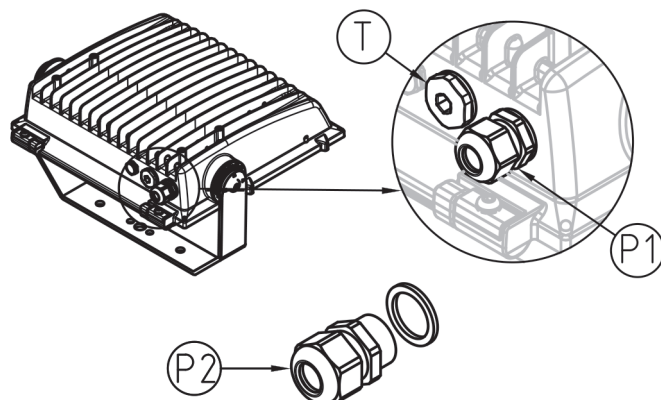

FIG. 16 NEXT 0 electrical wiring CL.1
ELEKTRISCHER ANSCHLUSS NEXT 0 AUSFÜHRUNG CL. I (siehe Abbildung 16)
- **NEXT 0 Branchement électrique CL. I** (voir **figure 16**);